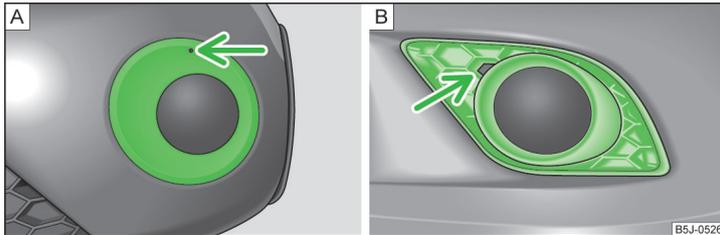

Abb. 159 Vorderer Stoßfänger: Fabia Scout / Fabia RS
- › In die Öffnung oberhalb des Nebelscheinwerfers » Abb. 159 - **A** (Fabia Scout) den Drahtbügel » Seite 165, *Bordwerkzeug* einführen und die Abdeckkappe herausnehmen.
- › Einen Finger in die Öffnung neben dem Nebelscheinwerfer » Abb. 159 - **B** (Fabia RS) einführen und die Abdeckkappe herausnehmen.